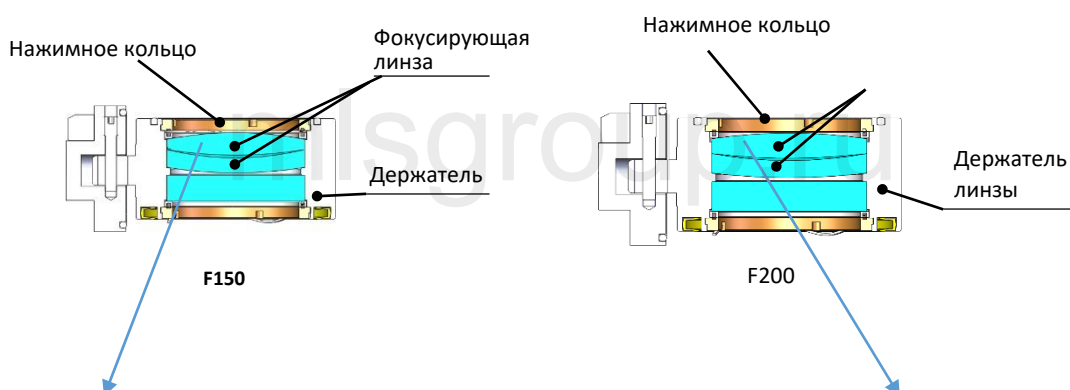

Рисунок 5.7 – Установка фокусирующей линзы (для головок мощностью до 8 кВт)
- Осторожно вставьте фокусирующую линзу и прижимное кольцо обратно в держатель и затяните прижимное кольцо, как показано на рис. 5.7;